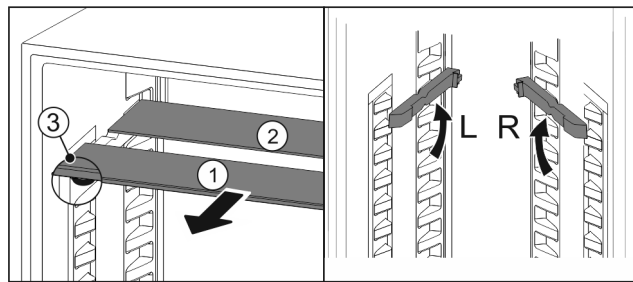

Fig. 140
- Dra ut *Fig. 140 (1)* glashyllorna framåt en i taget.
- Glashyllan *Fig. 140 (1)* med dekorlisten ligger längst fram.
- Stoppklackarna *Fig. 140 (3)* är vända nedåt.